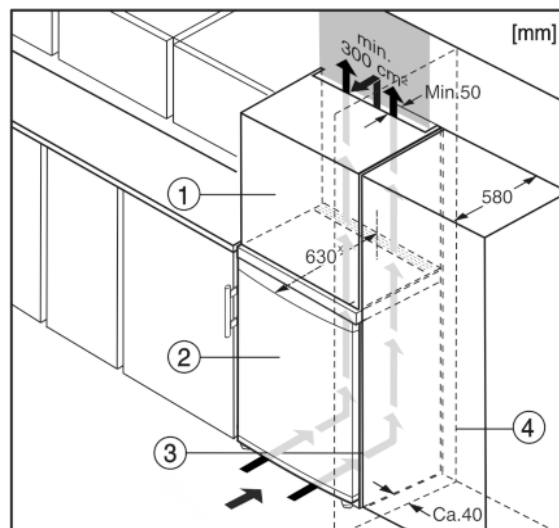

Fig. 10
- (1) Szafka nakładana*
- (2) Urządzenie*
- (3) Szafka kuchenna*
- (4) Ściana*
Urządzenie może zostać obudowane szafkami kuchennymi. Aby dopasować urządzenie Fig. 10 (2) do wysokości ciągu szafek kuchennych, można nad urządzeniem umieścić szafkę nasadzaną Fig. 10 (1).
W przypadku obudowania szafkami kuchennymi (głębokość maks. 580 mm) urządzenie można ustawić bezpośrednio obok szafki kuchennej Fig. 10 (3). Urządzenie wystaje z boku o 34 mm * i na środku urządzenia o 50 mm * w stosunku do frontu szafek kuchennych.*
Jeżeli urządzenie będzie ustawiane z zawiasami do ściany *Fig. 10 (4)*, to pomiędzy urządzeniem i ścianą należy zachować minimalny odstęp, wynoszący 40 mm. Na taką odległość wystaje klamka przy otwartych drzwiach.*